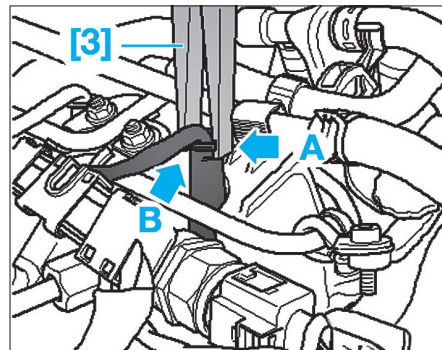

FIG. 63
- Insérer l'outil [3] de façon à ce que la sa rainure (A) repose sur l'embase de la douille d'appui (B), puis, débrancher les connecteurs de bougies (Fig.63).